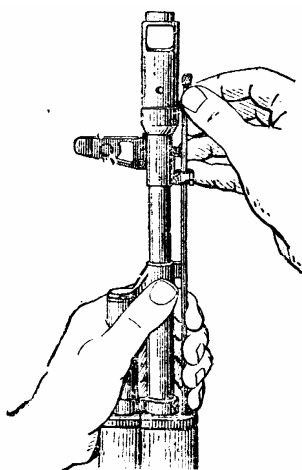

Рис.16.
3. Отделить шомпол. Оттянуть конец шомпола от ствола так, чтобы его головка вышла из-под упора на основании мушки (рис.16), и вынуть шомпол. При затруднительном отделении шомпола разрешается пользоваться выколоткой, которую следует вставить в отверстие головки шомпола, оттянуть от ствола конец шомпола и вынуть его.